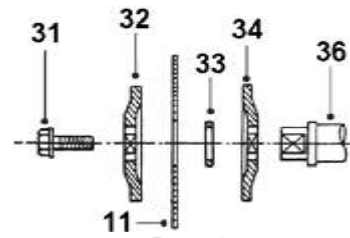

Рис. 6
8.3.2. Установите пильный диск (11) в соответствии с последовательностью, указанной на Рис.6, так, чтобы зубья пильного диска (11) были направлены вниз в передней части пилы. На шпиндель (36) установите внутренний фланец (34), переходное кольцо (33) и пильный диск (11) с соответствующим посадочным диаметром. Установите наружный фланец (32). Закрутите болт (31), вращением против часовой стрелки, удерживая кнопку (29) фиксации шпинделя (36) в нажатом положении. Установите и закрепите защитный кожух (12). После установки пильного диска (11) при первом включении и при последующей работе не находитесь в плоскости вращения пильного диска (11).